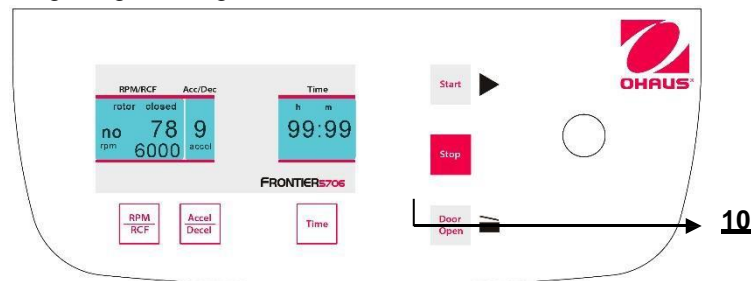

Abbildung. 23
Der Durchlauf kann zu jeder Zeit unterbrochen werden, indem die Taste "**Stop**" (10) gedrückt wird (siehe Abbildung 23). Nachdem Sie die Taste gedrückt haben, wird sich die Zentrifuge mit der vorab ausgewählten Intensität bis sie zum Stillstand gelangt verlangsamen.